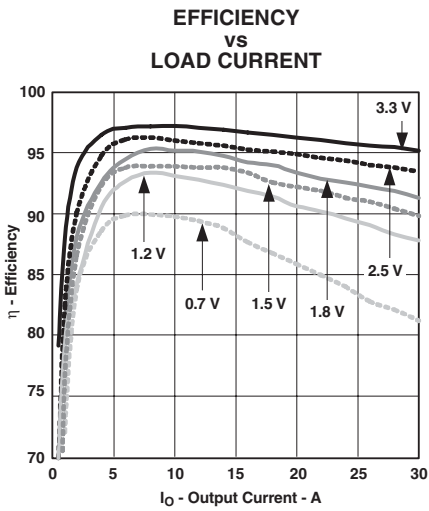
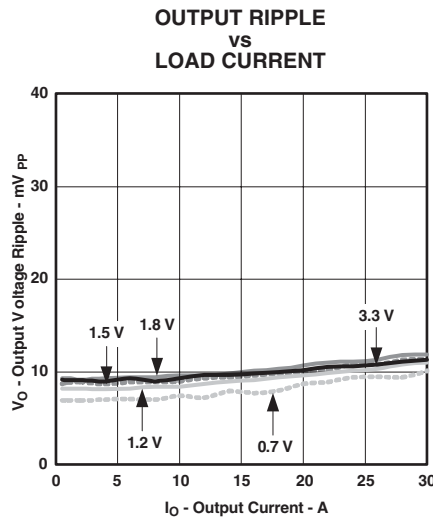
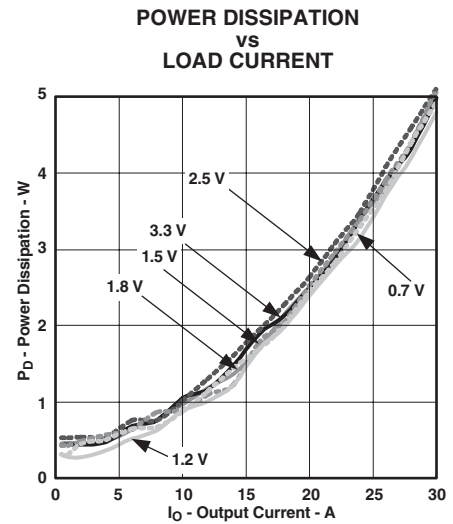

図 1
図 2
図 3
- (1) この電気的特性データは、実際の製品を25°Cでテストして得られたものです。このデータはモジュールの代表的特性と考えられます。以上は図1, 図2, 図3に適用されます。